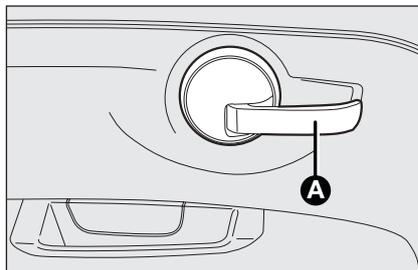

fig. 47
### Bloccaggio/sbloccaggio dall'interno Per sbloccare tirare la levetta **A**-fig.47.
**Per bloccare.** Spingere verso la porta la levetta di comando **A**-fig. 47.